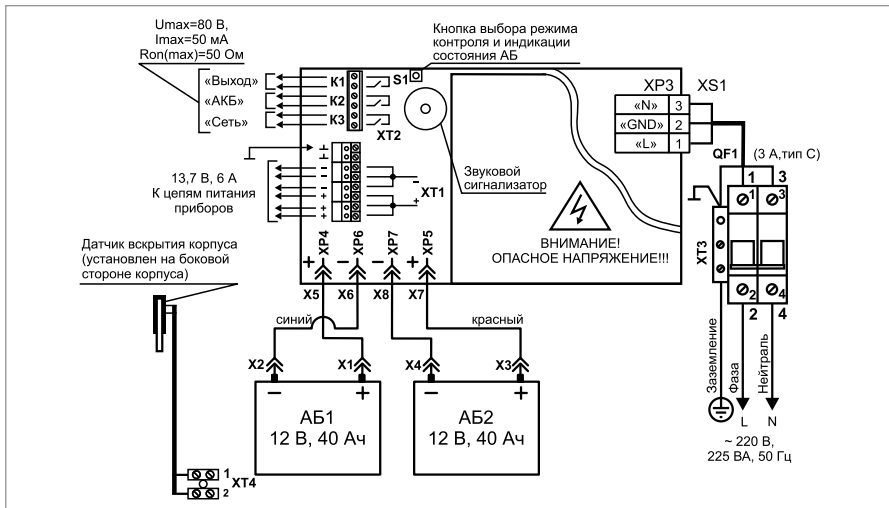
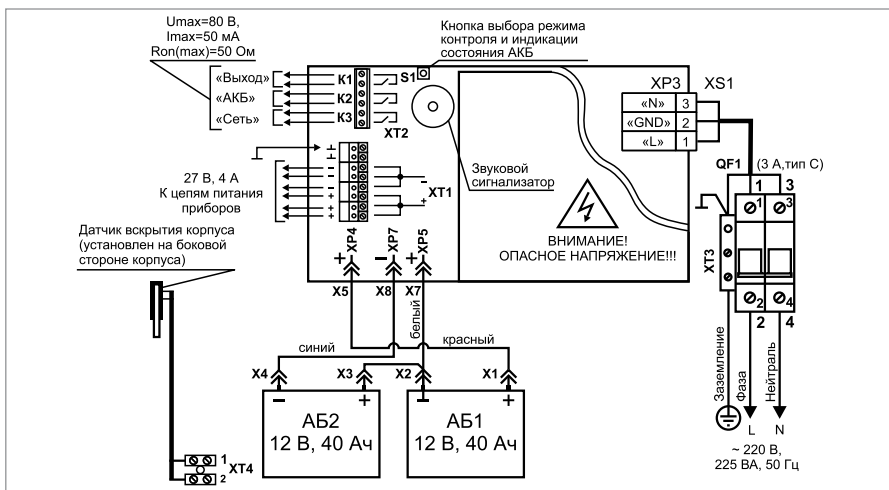

Рисунок 10. Схема подключения РИП-12 исп.06 (РИП-12-6/80МЗ-Р)
Рисунок 11. Схема подключения РИП-24 исп.06 (РИП-24-4/40МЗ-Р)
1.3. Схема подключения приведена на Рисунок 10 и Рисунок 11.
- 1.9. Проверьте правильность произведённого монтажа в соответствии со схемой подключения (Рисунок 10).
2.10. Отключите обе АКБ от платы РИП, отсоединив контакты Х1, Х2, Х3, Х4 от клемм АКБ (см. Рисунок 10 и Рисунок 11).